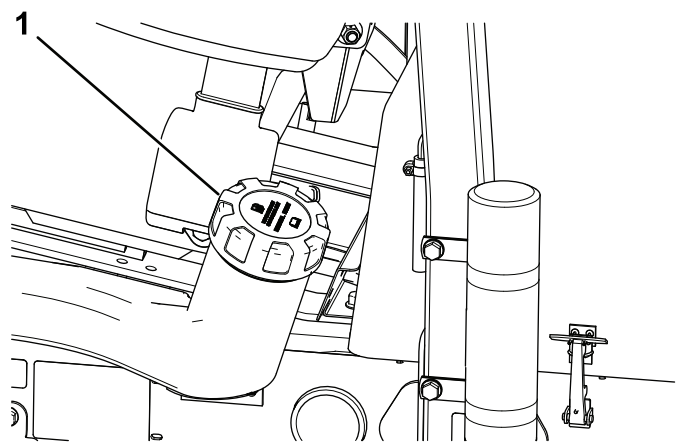

Bild 44
2. Reinigen Sie den Bereich um den Tankdeckel (Bild 44).